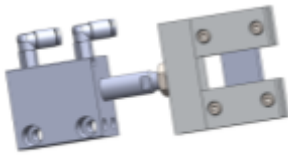

Abbildung 7
Schritt 3: Lösen Sie die 2 Schrauben mit einem Inbusschlüssel und einem Steckschlüssel und entfernen Sie die Schneidevorrichtung. (Siehe Abbildung 7)